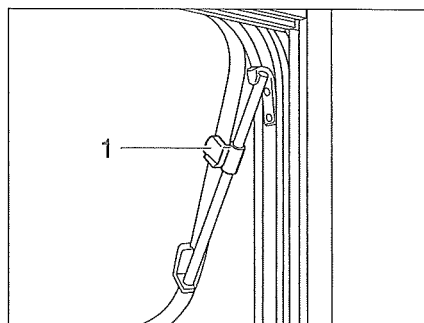

Bild 33 Överkantshängt fönster med drivspärrar, öppet
- Öppna det överkantshängda fönstret till önskad ställning och fäst med ratten (Bild 33,1).
- Vrid på ratten (Bild 33,1) tills spärren lossas.